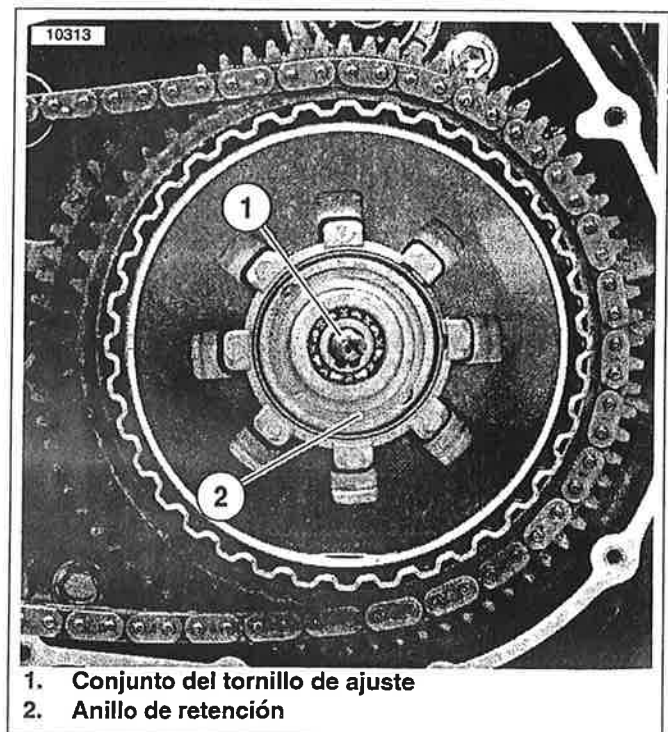

Figura 6-20. Conjunto del tornillo de ajuste y anillo de retención del embrague
8. Vea la Figura 6-20. Instale el montaje del tornillo de ajuste (1) dentro de la placa de presión, tomando nota de que las dos lengüetas en el perímetro de la placa de liberación se deben insertar dentro de la hendidura correspondiente en la placa de presión. Asegure el montaje con un anillo de retención (2) **nuevo**.